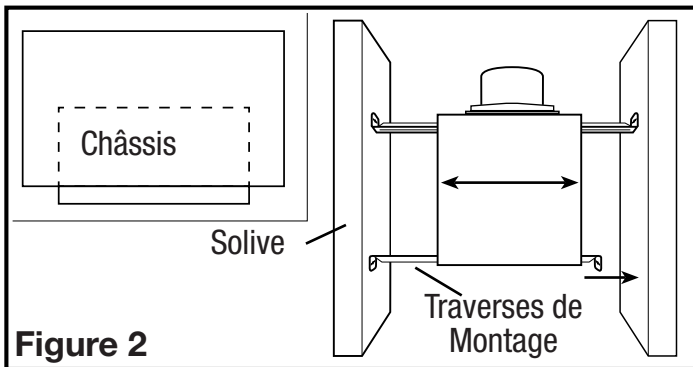
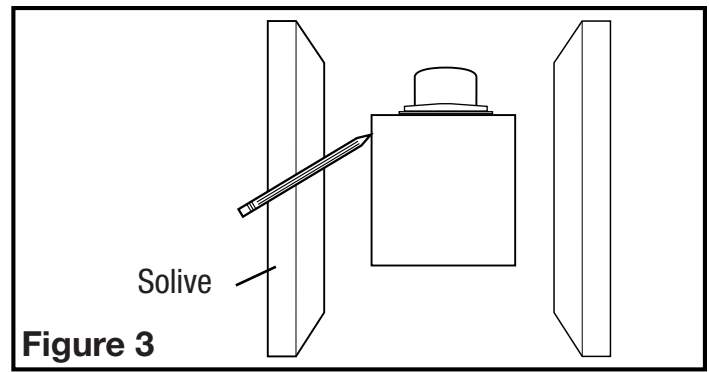

Figure 2
Figure 3
- Installez les rails dans le canal de montage sur le boîtier. Centrez le canal de montage dans les fentes sur le boîtier, puis de l'intérieur du boîtier, serrez les écrous montage de sorte que le canal soit bien en place. Placez le boîtier à côté de la solive. Aligner le châssis pour qu'il soit de niveau avec le plafond fini. Fixez les extrémités des rails aux solives avec des vis ou des clous (non inclus) et glissez le boîtier dans la position finale (**Figure 2**).
- Placer le boîtier en place entre les solives et tracez un contour sur le matériel du plafond (**Figure 3**). Mettez le boîtier de côté et découpez l'ouverture, en faisant attention de ne pas couper ou endommager les installations électriques ou d'autres utilités masquées. Installez les rails dans le canal de montage sur le boîtier. Centrez le canal de montage dans les fentes sur le boîtier, puis de l'intérieur du boîtier serrez les écrous de montage de sorte que le canal soit bien en place. Positionnez le boîtier dans le trou préalablement découpé de sorte qu'il soit aligné avec le plafond fini. Fixez les extrémités des rails aux solives (**Figure 2**).